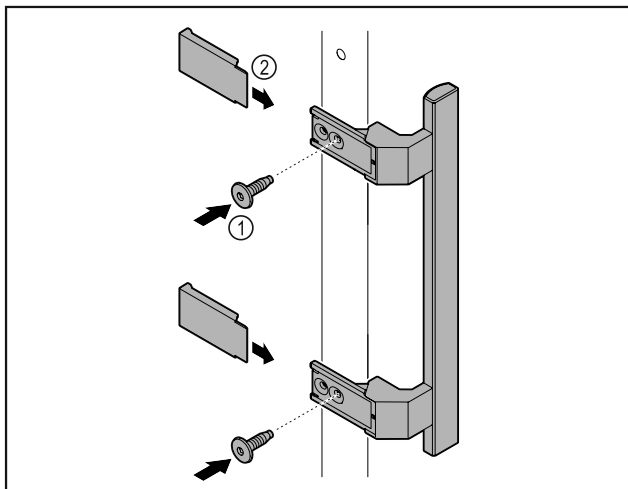

Fig. 57
- ▶ Montare sulla porta la maniglia contenuta nella confezione con le viti annesse Fig. 57 (1).
- ▶ Applicare la copertura Fig. 57 (2).